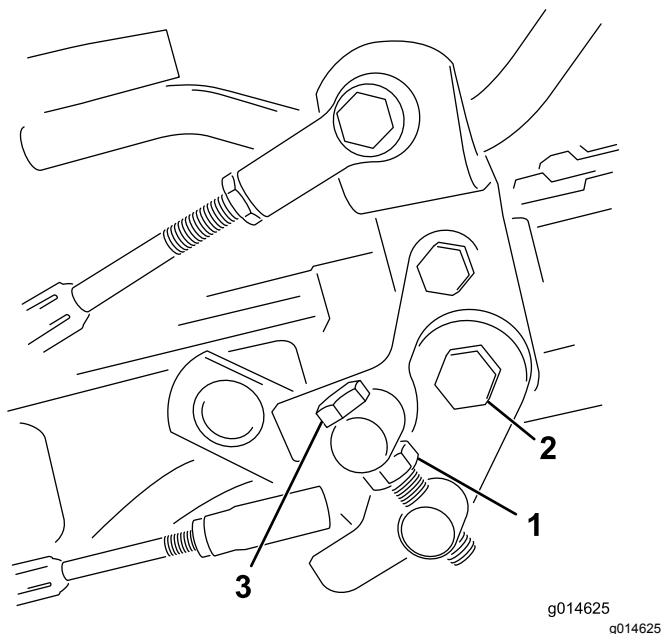

図 42
1. トラニオンボルトのジャムナットをゆるめる 図 42。
4. トラニオンボルトのジャムナット、およびペダルピボットのナットを締め付けて調整を固定する 図 42。調整を確認し、必要に応じて再調整する。